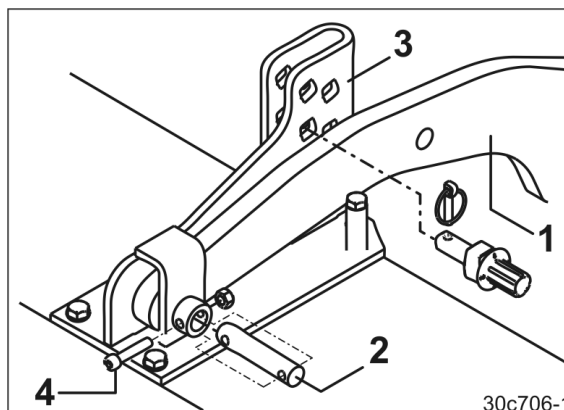

Fig. 37
Valserne skal fastgøres på jordbearbejdningmaskinen med 2 bærearmer (Fig. 37/1).
3. Fastgør valsens bærearmer (Fig. 37/1) ved støttedelen (Fig. 37/3) for jordbearbejdningmaskinen med bolte (Fig. 37/2) og sikr med skrue og møtrik (Fig. 37/4).
2. Løsn skruer med møtrik (Fig. 37/4), træk boltene (Fig. 37/2) ud af bærearmerne.